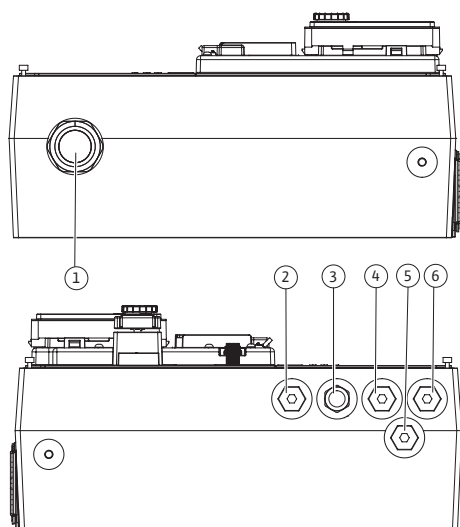

Fig. 24: Kabelschroefverbindingen/kabeldoorgangen (11 kW ... 22 kW)
Op de elektronicamodule (Fig. 24) bevinden zich aan de ene kant vijf kabeldoorgangen naar de klemmenkast. De kabeldoorgang voor de voedingsspanning bevindt zich aan de andere kant.
Voer de aansluitkabel door de kabelschroefverbinding M40 (Fig. 24, pos. 4, bij 11 kW ... 22 kW) heen.